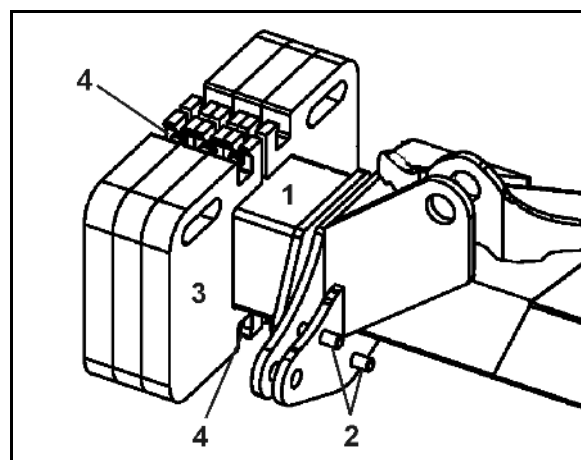

Рис. 32
1. Приверните крепежную трубу (Рис. 32/1) 4 винтами (Рис. 32/2) снаружи на консоли.
2. Привинчивайте по два дополнительных балласта (Рис. 32/3) к крепежной трубе (Рис. 32/4) и зафиксируйте в этом положении.